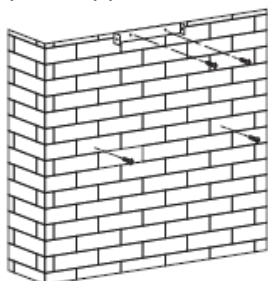

Рис. 2
- Установите две половины (рис.2) в корпус (рис.6)
4. Вкрутите два винта 4 x 30 мм в стену с помощью дюбелей для фиксации вытяжки, затем используйте два винта 4 x 40 мм для фиксации внутреннего кронштейна дымохода. См. Рис. 2.